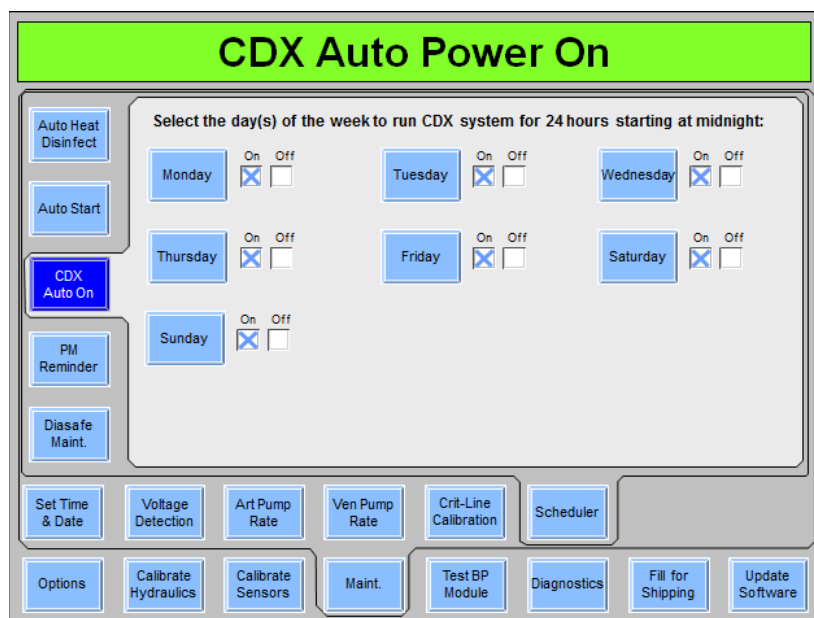

Figure 127 – Écran « Scheduler CDX Auto On » (Planificateur Marche auto CDX) (version fonctionnelle de logiciel 2.72 ou ultérieure)
3. Sélectionnez le bouton **PM Reset** (Réinitialisation entretien préventif) et, avec le clavier, enregistrez le nom du technicien qui configure le rappel d'entretien préventif, puis appuyez sur la touche **CONFIRMER**. Cela entraînera la réinitialisation du décompte de temps de six mois à partir de la date du dernier entretien préventif, et enregistrera le nom du technicien et la date de la réinitialisation de l'intervalle entre les entretiens préventifs (reportez-vous à la Figure 127). Cela écrasera par écriture le nom et la date du technicien ayant effectué la précédente réinitialisation de l'EP.